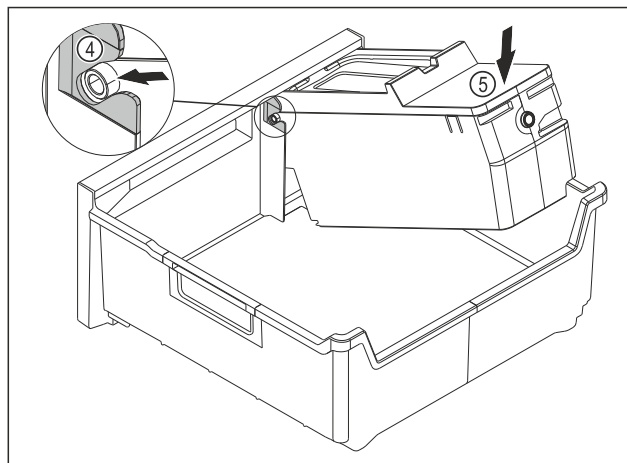

Fig. 82
- Montáž korpuse EasyTwist-Ice: Osy korpuse EasyTwist-Ice zasuněte do vedení Fig. 82 (4).
- Stlačte korpuse EasyTwist-Ice Fig. 82 (5) vzadu dolů.